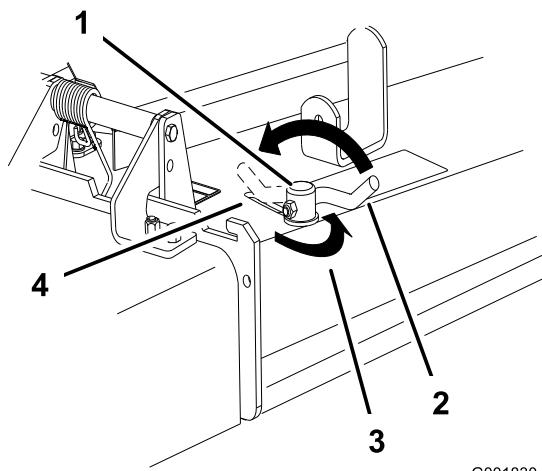

Bild 21
3. Wenn Sie die Haltenocke einstellen möchten, schieben Sie den Hebel nach oben und lösen Sie die Haltenocke (Bild 21).
5. Schieben Sie den Hebel zurück, um das Ablenkblech und die Haltenocke festzuziehen (Bild 21).